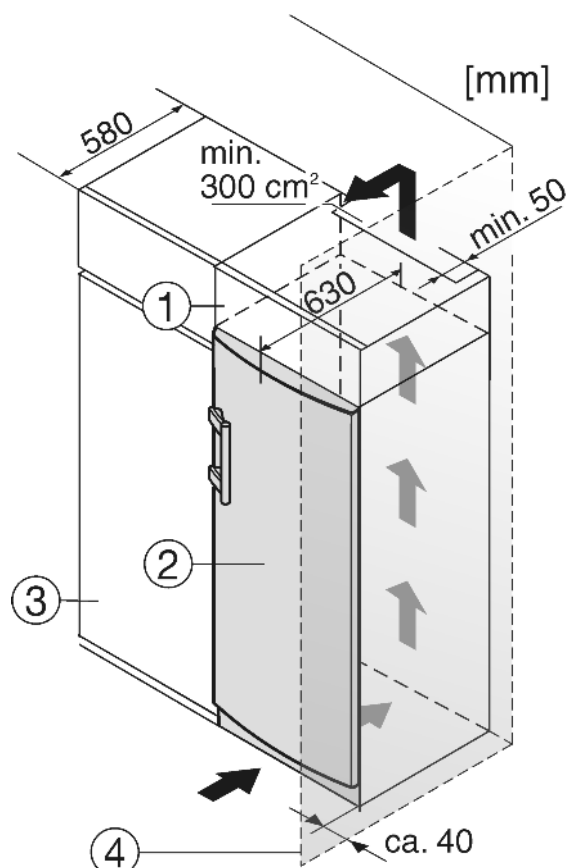

Fig. 8
- (1) Nastavná skříňka
- (2) Přístroj
- (3) Kuchyňská skříň
- (4) Stěna
Spotřebič lze zabudovat do kuchyňských skříní. K vyrovnání spotřebiče *Fig. 8 (2)* na výšku kuchyňské linky lze na přístroj nasadit nástavec *Fig. 8 (1)*.
Při montáži do kuchyňských skříní (hloubka max. 580 mm) lze spotřebič instalovat hned vedle kuchyňské skříňe *Fig. 8 (3)*. Dvířka přístroje přesahují přední stěnu kuchyňské skříňe po stranách o 34 mm a uprostřed o 50 mm. To umožňuje jejich volné otevírání a zavírání.
Když se přístroj instaluje závěsy vedle stěny *Fig. 8 (4)*, musí být vzdálenost přístroje od stěny alespoň 40 mm. To odpovídá přesahu madla při otevřených dvířkách.